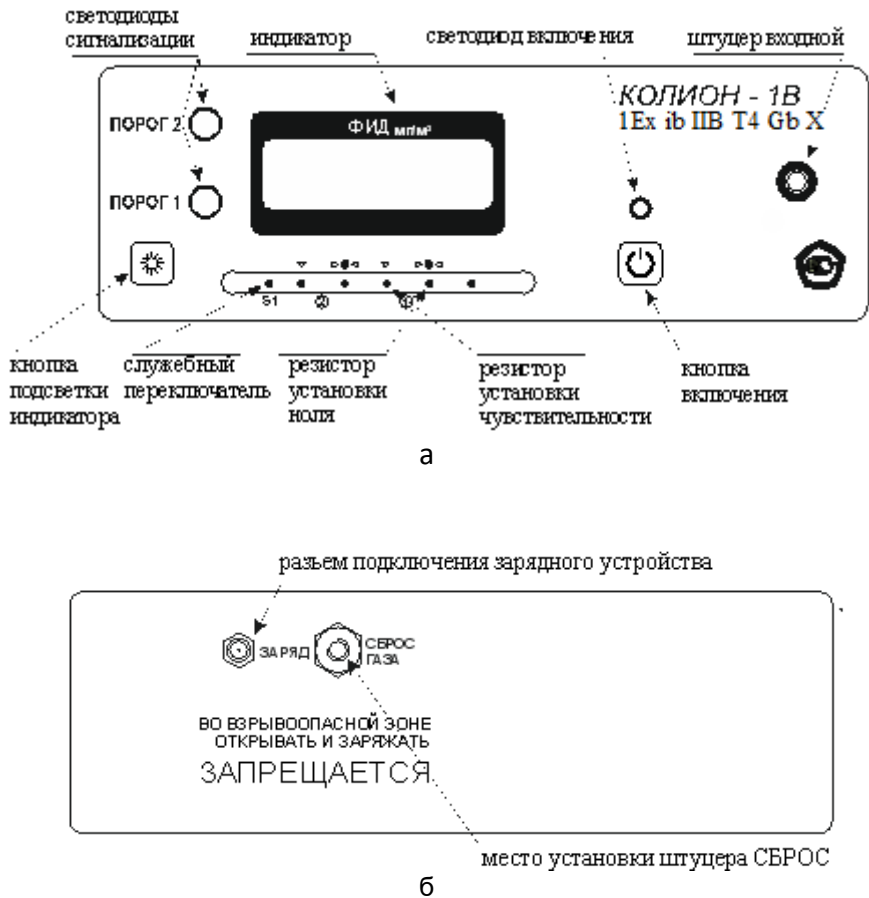
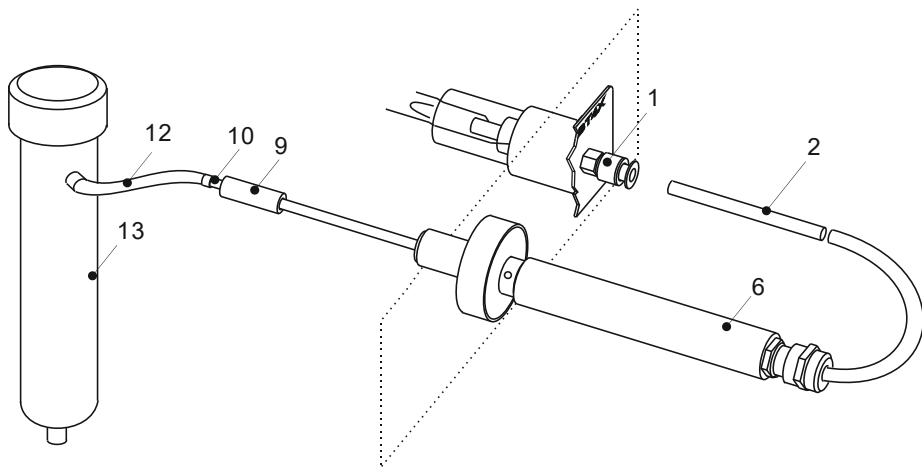

Рис. 2. Передняя (а) и задняя (б) панель газоанализатора
Рис. 5
3.5.1. Включите газоанализатор, используя заглушку, установленную в трубку (рис. 5), подсоедините ротаметр ко входу газоанализатора измерьте расход. Если значение расхода меньше 200 мл/мин, обратитесь к разделу 4. Для проверки расхода на выходе газоанализатора установите штуцер СБРОС (см. рис. 2б).
Для проверки нулевого сигнала соедините фильтр-поглотитель с входом пробоотборника, для чего отсоедините трубку 12 (рис. 5) от штуцера фильтра-поглотителя 13 и наденьте ее на заглушку 10, трубку 9 соедините с пробоотборником, через 10 минут зафиксируйте